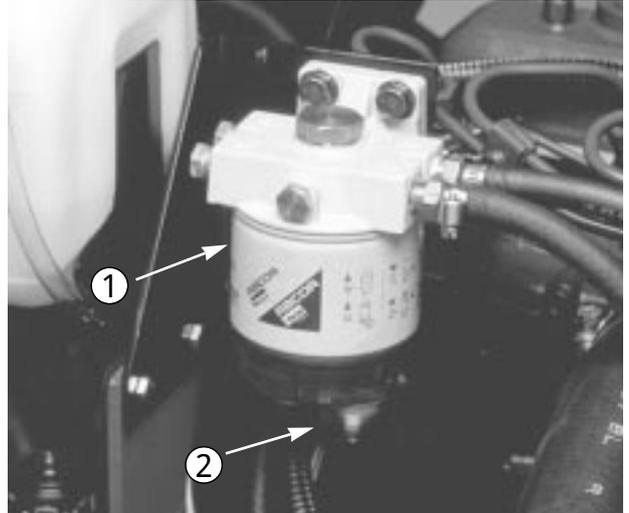

図 49
2. 古いフィルタ（図49）を取り、新しいフィルタに薄くオイルを塗って取り付ける。締めすぎ厳禁。
燃料フィルタ (図49) の水抜きは毎日おこなってください。